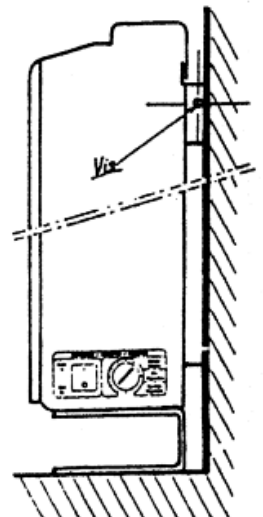

Fig. 3
- Accrocher l'appareil sur la traverse et le fixer à l'aide des deux vis Fig 3.